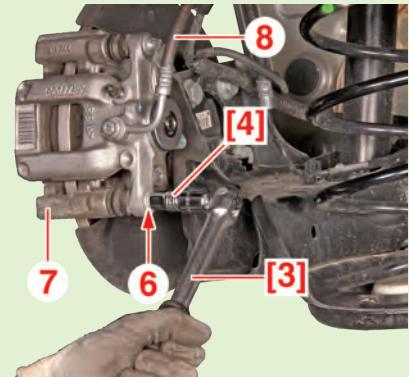

Fig.6
- Déposer la vis inférieure (6) à l'aide de l'outil assemblé (Fig.6).
- Basculer l'étrier de frein (7) vers le haut.
- Ceci, afin d'éviter que le flexible de frein (8) soit en contrainte.